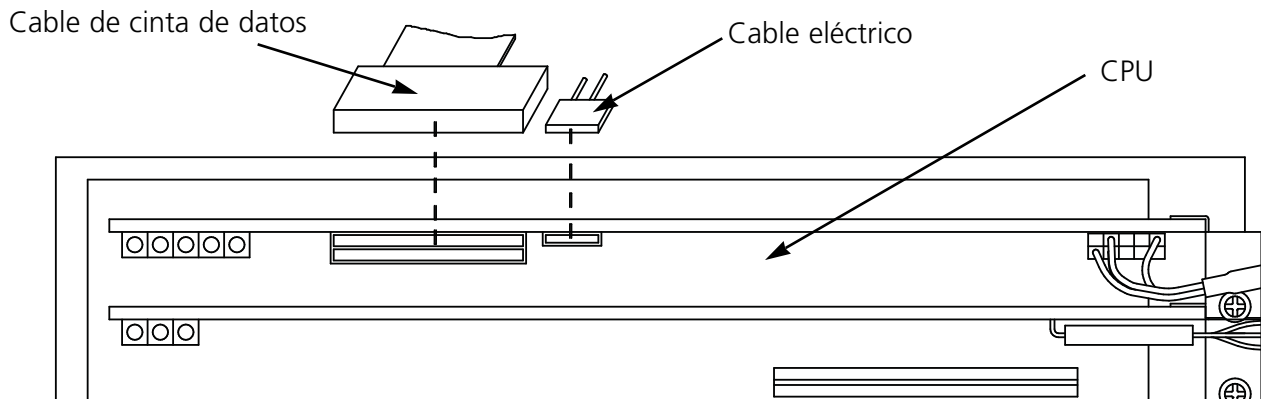

Figura 3-7
4. Enchufe el cable de cinta de datos en su conector en la CPU PCB (vea la figura 3-7). Enchufe el cable eléctrico en su conector junto al cable de datos.